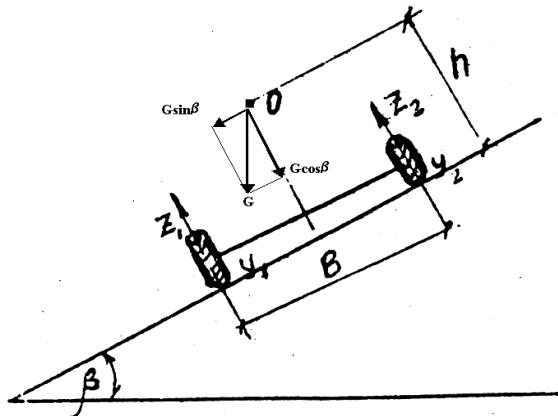

Рисунок 2.2. Расчетная схема
2.3. Автомобиль ГАЗ-66 движется по дороге, имеющей поперечный уклон 35^0 (см. рисунок 2.2.). Масса автомобиля 5770 кг; $B = 1,8$ м; $h = 1,15$. Определить M_{op} , M_{soc} , α_{kp} по опрокидыванию.